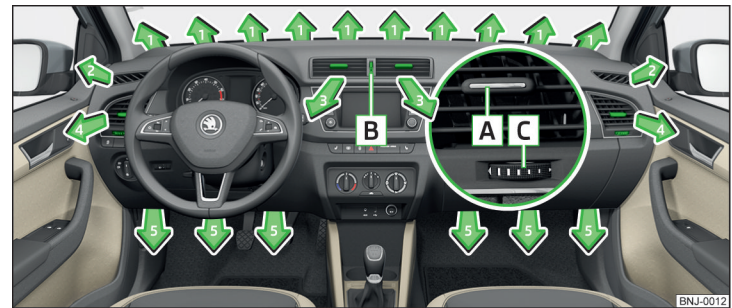

Fig. 101 Fantele de ventilație
La fantele de ventilație 3 și 4 » fig. 101 se poate modifica direcția curentului de aer, iar duzele se pot închide și deschide și individual.
- Pentru a modifica pe înălțime direcția curentului de aer, deplasați lamele orizontale cu ajutorul elementului de reglare deplasabil **A** » fig. 101 în sus sau în jos.
- Rotiți regulatorul **B** în sus » fig. 101.
- Rotiți regulatorul **B** în jos » fig. 101.
Setarea direcției fantei de ventilație	Fante de ventilație active » fig. 101